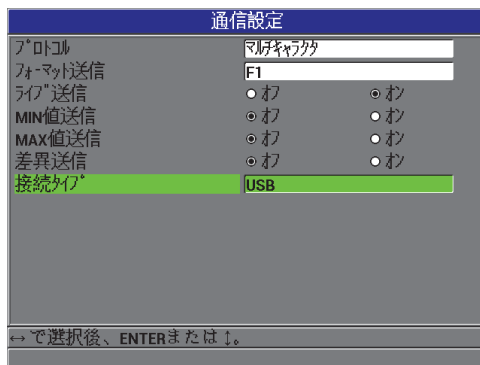

図 8-1 通信設定画面 – USB
5. 通信設定画面で、接続タイプを USB に設定します（146 ページ図 8-1 参照）。